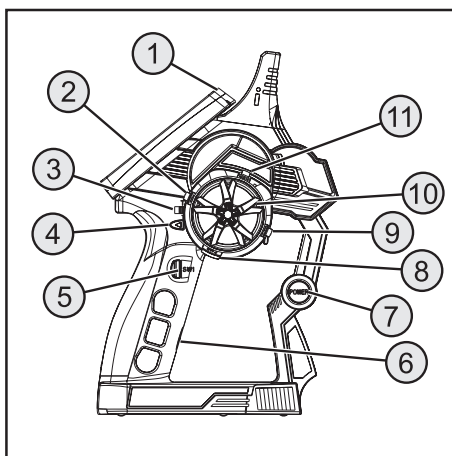

Figura 2
A scopo di test accendere il trasmettitore tramite l'interruttore on/off (vedere figura 2, pos. 7). Il display ora sarà visibile tramite la retroilluminazione. Per risparmiare la carica dell'accumulatore, dopo qualche tempo la retroilluminazione viene disattivata automaticamente. Sforare lo schermo per riattivarla. Le impostazioni per la luminosità e il tempo di dimming della retroilluminazione sono descritte nel capitolo "Impostazione nel menu principale/System".